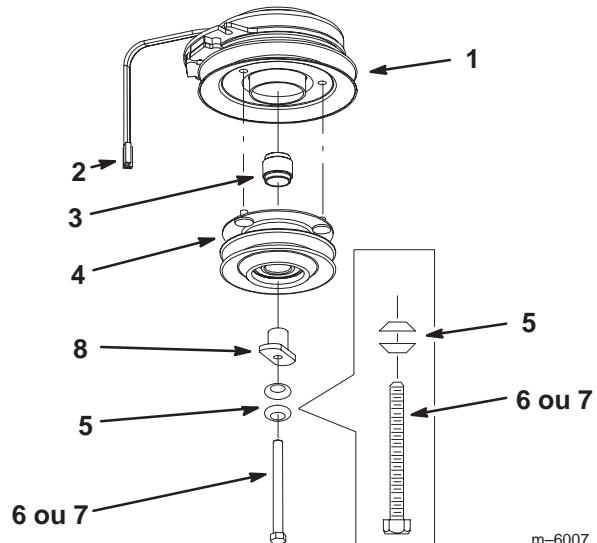

Figure 3
3. Posez la nouvelle entretoise de poulie dans l'embrayage (Fig. 3).
4. Montez l'ensemble poulie d'entraînement dans les trois trous percés dans la poulie d'embrayage (Fig. 3).
5. Posez l'entretoise d'entraînement dans l'ensemble poulie d'entraînement (Fig. 3).
6. Si la machine est équipée d'un moteur Kawasaki®, montez l'embrayage avec un boulon (7/16 x 4–1/2 pouce) et 2 rondelles bombées existantes (Fig. 3).
7. Si la machine est équipée d'un moteur Kohler®, montez l'embrayage avec un boulon (7/16 x 4 pouce) et 2 rondelles bombées existantes (Fig. 3).
8. Serrez le boulon d'embrayage à **75 Nm** (Fig. 3).
11. Branchez le connecteur de l'embrayage (Fig. 3), le cas échéant.